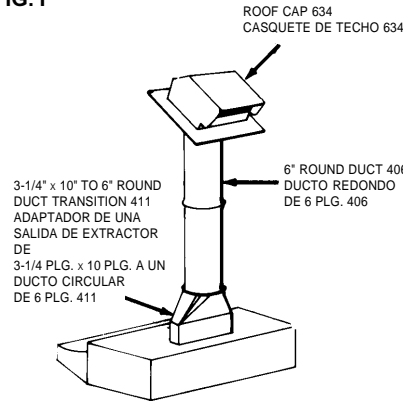

FIG. 1
- Retire la cubierta de la caja de cableado. (FIG. 1) Baje la cubierta encontrará: